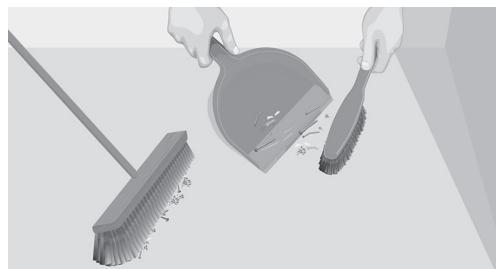

Fig. 3. Rengjøring av gulvet før installasjon
**5.** Rengjør undergulvet (Fig. 3). Sørg for å fjerne alle utstående spiker, skruer og lignende gjenstander. Rengjør gulvet og fjern alt løst rusk, støv og smuss.